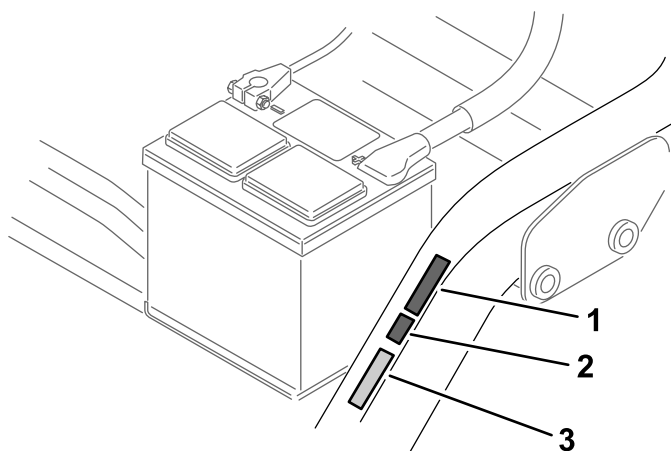

Figura 17
- Applicate l'adesivo del marchio CE accanto alla piastra del numero di serie (Figura 17).
- Applicate l'adesivo dell'anno di produzione CE accanto all'adesivo del marchio CE (Figura 17).